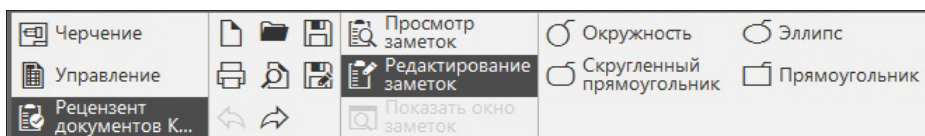

Рис. 30.10. Панель инструментов Рецензент документов
- ◆ нажатием кнопок на инструментальной панели **Рецензент документов КОМПАС-3D** (рис. 30.10);